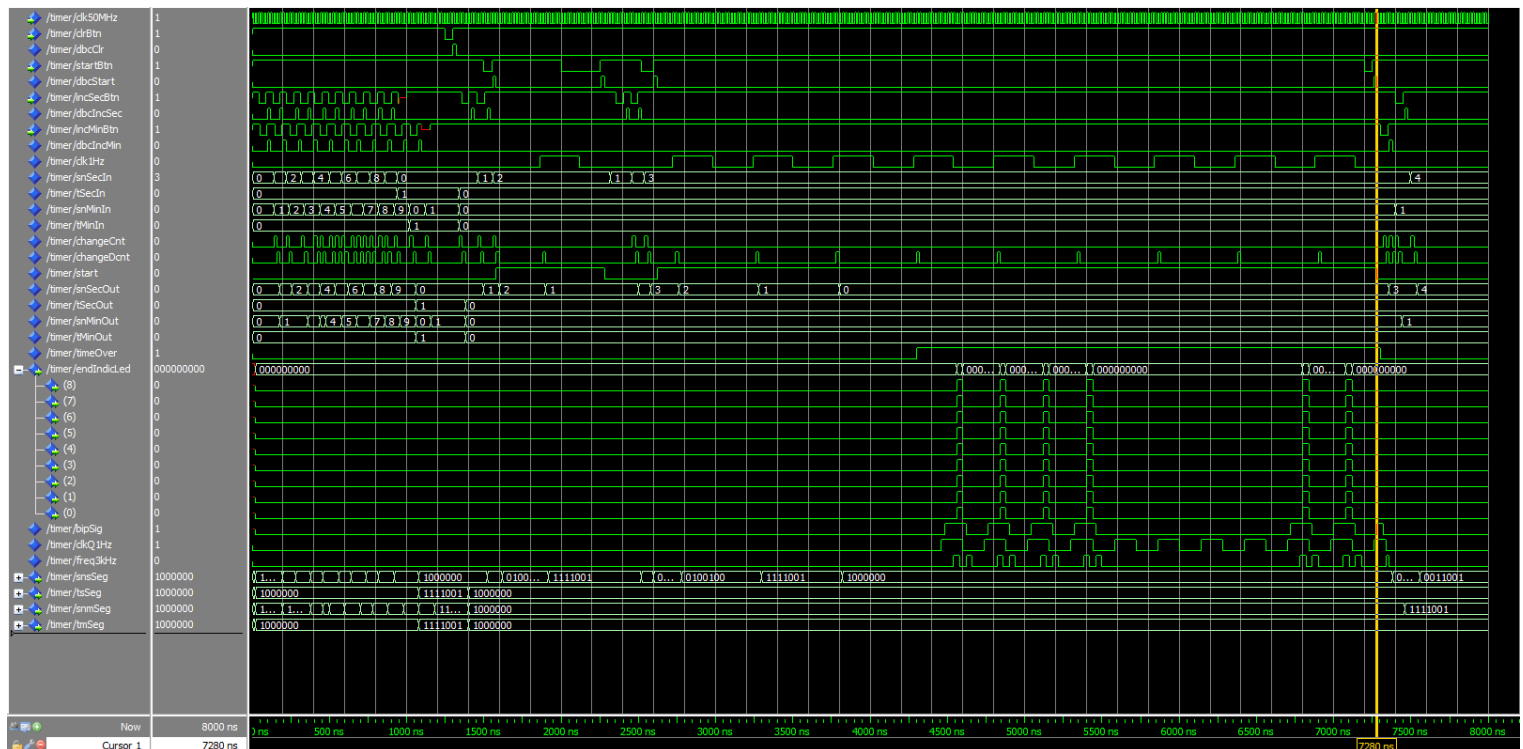

Abbildung 16: Simulation des Rückwärtszählers
2. Ergebnis (Siehe Abbildung 16)